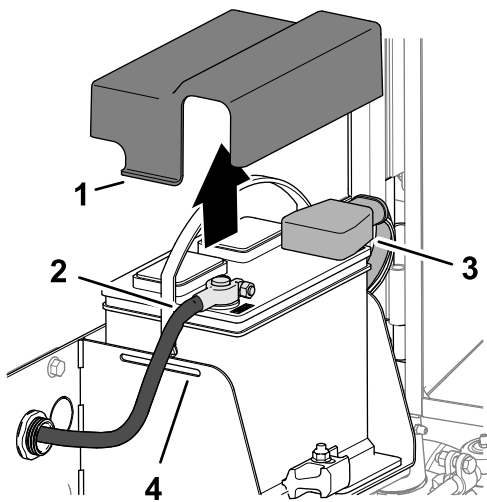

Bild 97
3. Drücken Sie die Seite der Batterieabdeckung zusammen und entfernen Sie die Abdeckung von Batteriefach (Bild 97).